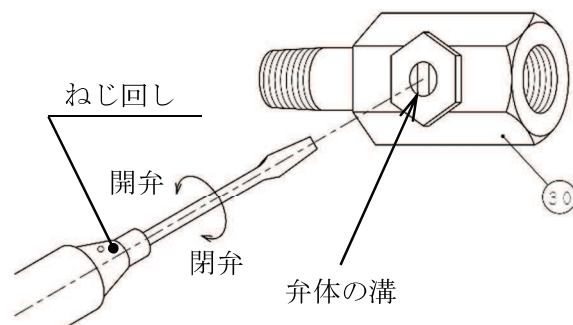

図3 絞り弁操作
- 絞り弁は全開にして出荷していますが、流量がごく少ない時にハンチングや振動を起こす場合には、絞り弁の弁体の溝にねじ回しを入れ徐々に右回転(時計の針と同方向)させてください(図 3)。なお、絞り弁を全閉(右回転一杯)にしますと背圧弁は作動しませんので御注意ください。
- 2.4 絞り弁(30)は全開にして出荷していますが、流量がごく少ない時にハンチングや振動を起こす場合には、絞り弁(30)の弁体の溝にねじ回しを入れ徐々に右回転（時計の針と同方向）させてください(図3)。なお、絞り弁(30)を全閉(右回転一杯)にしますと背圧弁は作動しませんので御注意ください。